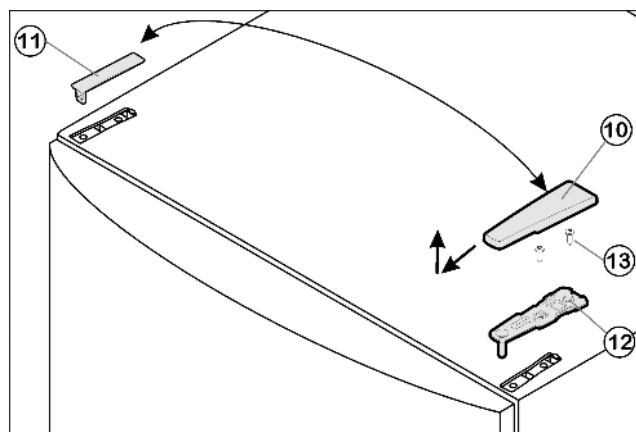

Fig. 4
- ▶ Потяните крышку Fig. 4 (10) вперед и вверх.
- ▶ Снимите крышку Fig. 4 (11).
- ▶ Открутите верхний опорный кронштейн Fig. 4 (12) (2 шт. Torx® 25) Fig. 4 (13) и вытяните вверх.
- ▶ Установите верхний опорный кронштейн Fig. 4 (12) на новой стороне шарнира и защелкните в дверце.
- ▶ Прикрутите верхний опорный кронштейн Fig. 4 (12) (с моментом 4 Нм) (2 шт. Torx® 25) Fig. 4 (13). При необходимости сделайте отверстия или используйте аккумуляторную отвертку.
- ▶ Защелкните крышку Fig. 4 (10) и крышку Fig. 4 (11) на противоположной стороне.